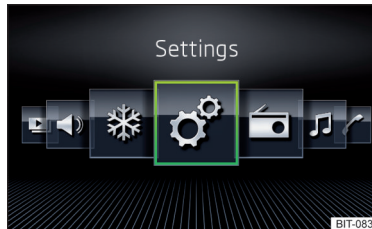

Abb. 188
- Die Option **Raster-Anzeige** » **Abb. 187** oder **Horizont. Anzeige** » **Abb. 188** wählen.